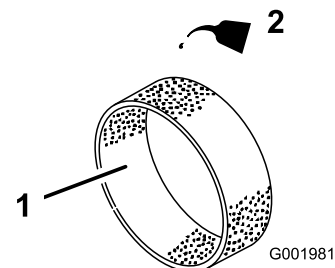

Figure 43
4. Imbibez l'élément de 30 à 60 ml d'huile (Figure 43).